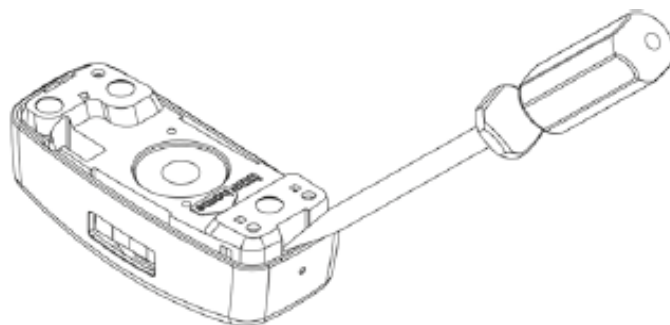

Abb. 8
1. Öffnen Sie die Sensoreinheit, indem Sie ihre Abdeckung mit der Spitze eines Schraubendrehers zuerst an der einen Seite und dann an der anderen Seite vorsichtig anheben (siehe Abb. 8).